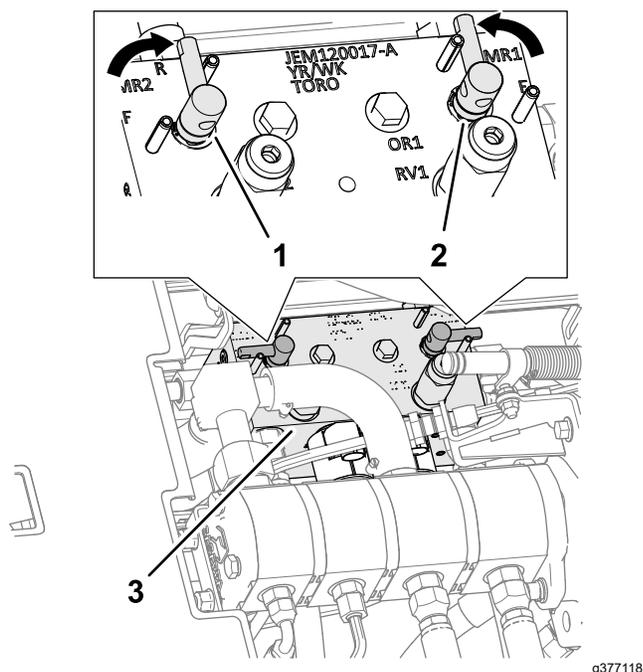

Figure 116
4. Déverrouillez et soulevez le siège pour exposer le collecteur des unités de coupe (Figure 116).
5. Tournez les leviers de rodage à la position R (rodage) (Figure 116).